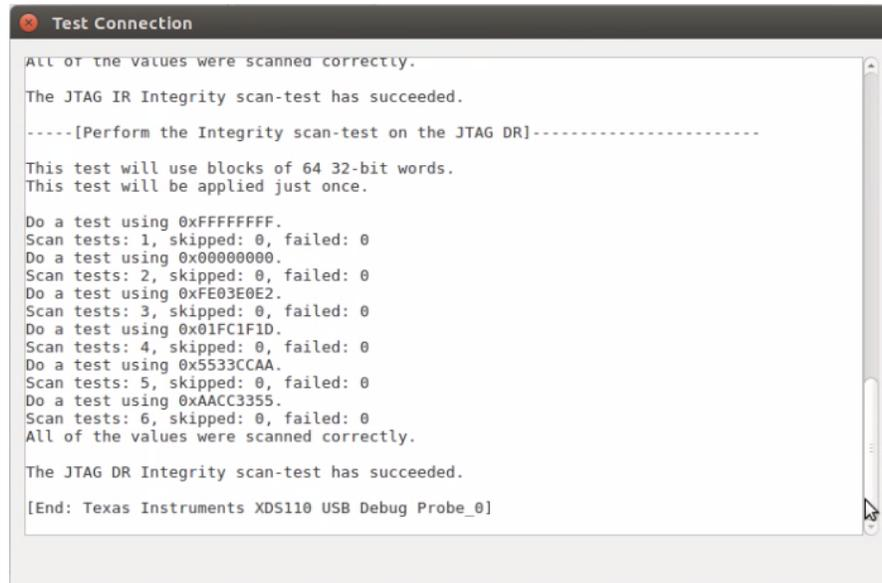

Figura 6 Reporte de conexión exitosa de la tarjeta launchxl-F280049C con CCS.
Si la configuración descrita fue realizada correctamente, la prueba de conexión debe ser exitosa hecho que se comprueba al visualizar la parte final de la ventana Test Connection (que aparece después de dar clic al botón Test Connection) y verificar que debe ser prácticamente igual a la que se muestra en la figura 6, donde debe observarse que no existieron fallas de conexión.
- b) Revisar que la prueba de conexión sea exitosa y sin fallas, observando la parte final del reporte que se visualiza en la ventana `Test Connection`. La información del reporte debe ser semejante a la mostrada en la figura 6.